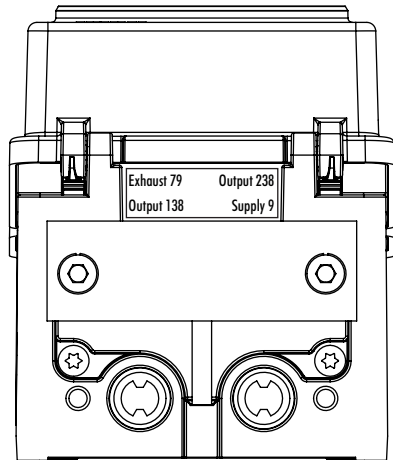

图 5-32：用隔板密封的输出口 238 和排气口 79
- 用隔板密封输出口 238 和排气口 79（请参见图 5-32），前提是只有一个气动输出口可用。
输出口 138 处的信号用于控制单作用气动执行机构。输出口 238 和 79 已密封（请参见图 5-32）。使用两个气动模块可将排气量翻倍。
参见 图 5-32)。如已触发故障到位功能，则定位器的气动输出口关闭，执行机构保持在其最后位置。当定位器切换为“安全”模式，便会发生此情况（例如，在信号跌至低于 3.8 或 4.4 mA 时或在已激活强制排气功能时）。